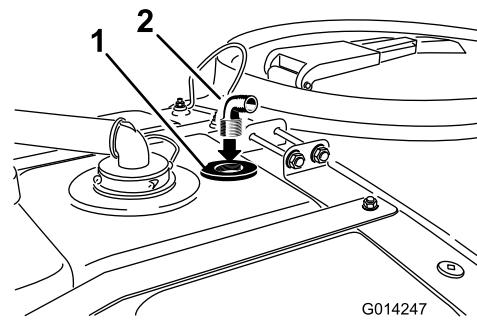

図 16
4. すすぎ用ノズルのバルクヘッドの開口のねじ山に、フィッティングを取り付ける図 16。